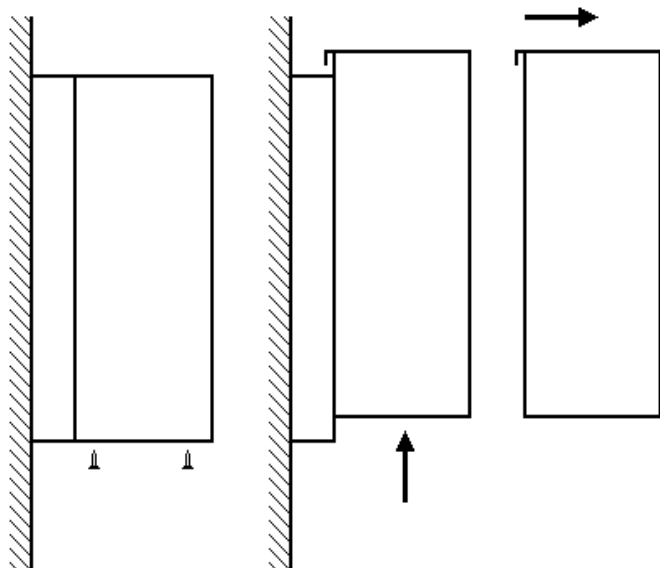

Figura 2
2. Al fine di rendere agevoli l'uso della caldaia e le operazioni di manutenzione rispettare le distanze da ostacoli fissi indicati in Figura 2. L'altezza della caldaia va scelta in modo da rendere la sua parte superiore non raggiungibile con le mani.